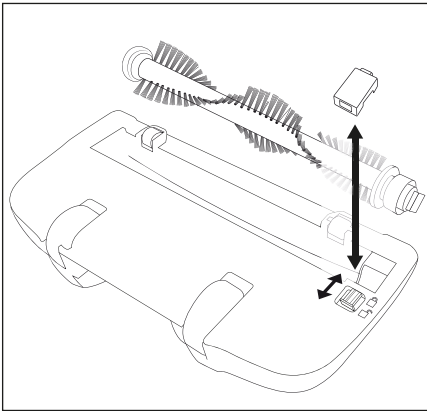

Fig. 5
- 2) Far scorrere il dispositivo di blocco sulla piastra di copertura in direzione del simbolo ➡ in modo da poter rimuovere la piastra di copertura (fig. 5).
- 3) Rimuovere il rullo a spazzola ⑭.
- 4) Rimuovere lo sporco (su entrambi i lati delle setole) e pulire il rullo a spazzola ⑭. A tale scopo, con un panno umido passare sulle singole setole con un movimento dall'interno verso l'esterno.
- 5) Per reinserire il rullo a spazzola ⑭ infilare innanzitutto l'estremità larga sull'albero motore in modo tale che il rullo a spazzola ⑭ si agganci.
- 6) Quindi far scivolare l'altra estremità nel vano di ricezione, in modo che il rullo a spazzola ⑭ si trovi diritto nella bocchetta per pavimenti.
- 7) Ricollocare la piastra di copertura finché non si innesta in posizione. La piastra di copertura si blocca con lo scivolamento automatico del dispositivo di blocco verso il simbolo  (fig. 5).